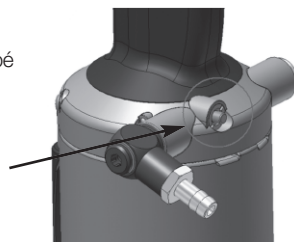

Figure 9 - Dévissage
- Il faut régler la position de l'enclume comme indiquée sur la figure 9
- Après réglage, bloquer le contre-écrou de l'enclume (2) à 10 Nm.